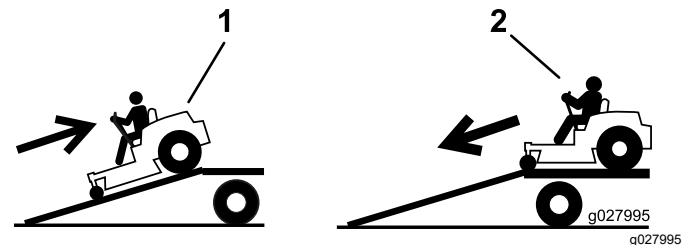

Figura 32
2. Scendete dalla rampa in marcia avanti (Figura 32).